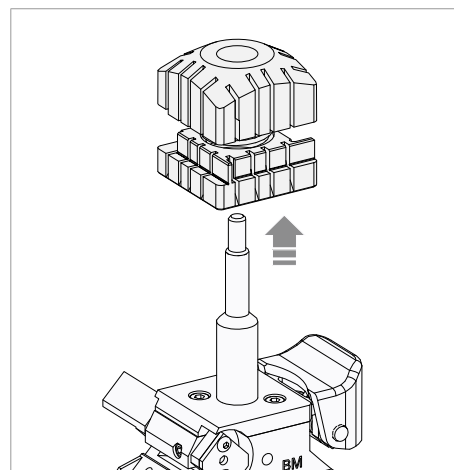

Bild 124
- 4) Den vorhandenen Spannbacken nach oben herausziehen (Bild 124).
- 7) Den Griff (P) anschrauben.